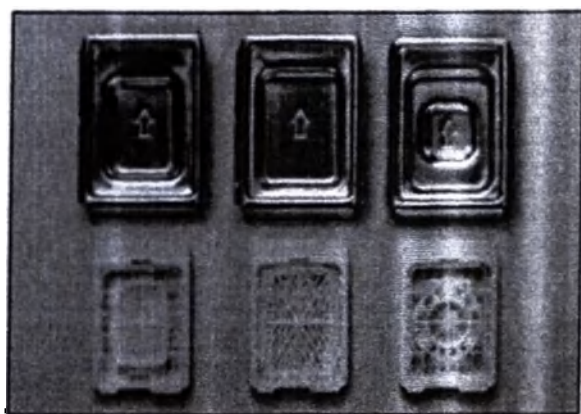

Рисунок 9
1. Расположите заливочные формы стрелкой, указывающей на сторону держателя, содержащую область для записи. (Рисунок 9)